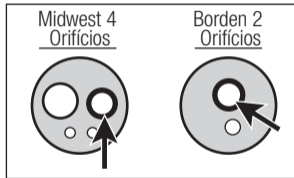

Fig. 10
- 3) Introduza o bico de pulverização no orifício do ar de acionamento da turbina. (Fig.10) Segure na turbina e lubrifique durante aproximadamente 2 a 3 segundos. Aplique lubrificante até sair pela cabeça da turbina durante, pelo menos, 2 segundos.
- 2) Aplique uma a duas gotas de óleo lubrificante no orifício do ar de acionamento conforme mostrado na Fig.10.